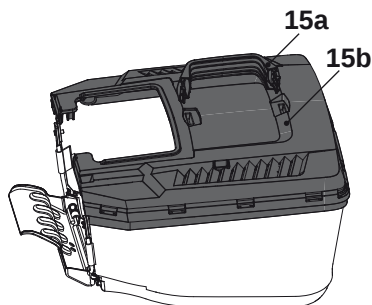

Fig. 7
- > Insérez la poignée de transport (15a) dans la fente du cadre supérieur (15b) jusqu'à entendre un clic (Fig. 7).